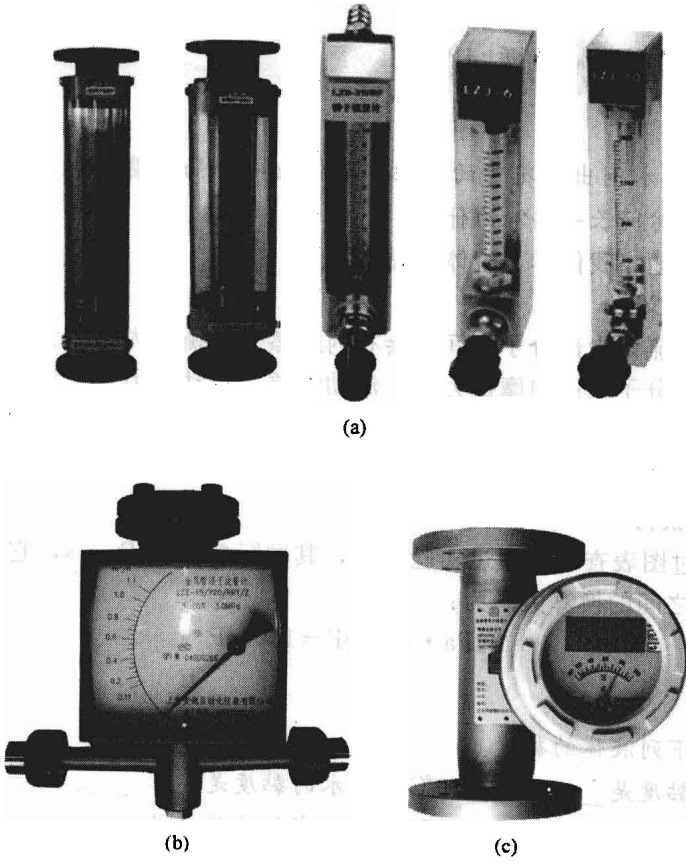

图 1-5 转子流量计
(2) 流体流量的测量 在化工生产过程中，常常需要测量流体的流量。测量流体流量的仪表很多，常用的有转子流量计、孔板流量计、文丘里流量计等。下面分别加以简单介绍。
① 转子流量计 如图 1-5(a) 所示，转子流量计是由一支上粗下细的倒微锥形玻璃管及
目前工业上常见的转子流量计还有如图 1-5(b)、(c) 所示，可以从仪表盘的指针对应刻度直接读取数据。